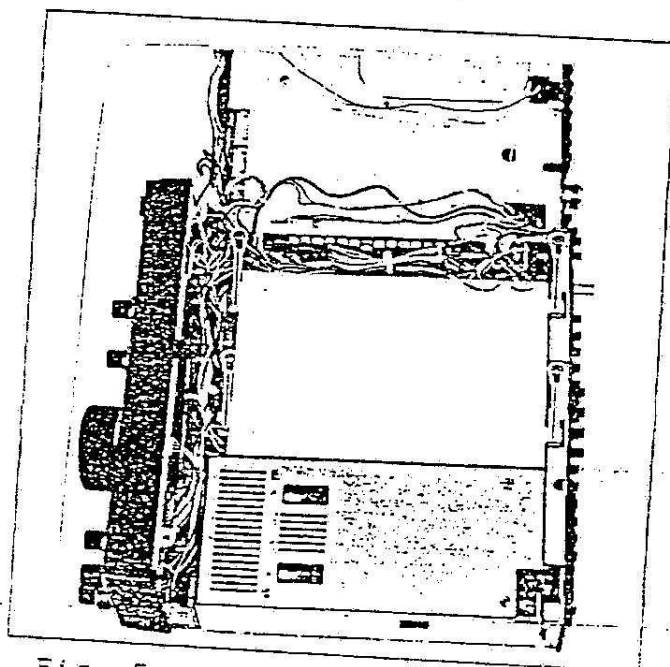

Fig. 5 : Blindage "Local Unit".
- Retirez les 4 vis fixant la couverture du blindage sur la platine oscillateur local (Local Unit fig. 5) et ôtez le blindage.